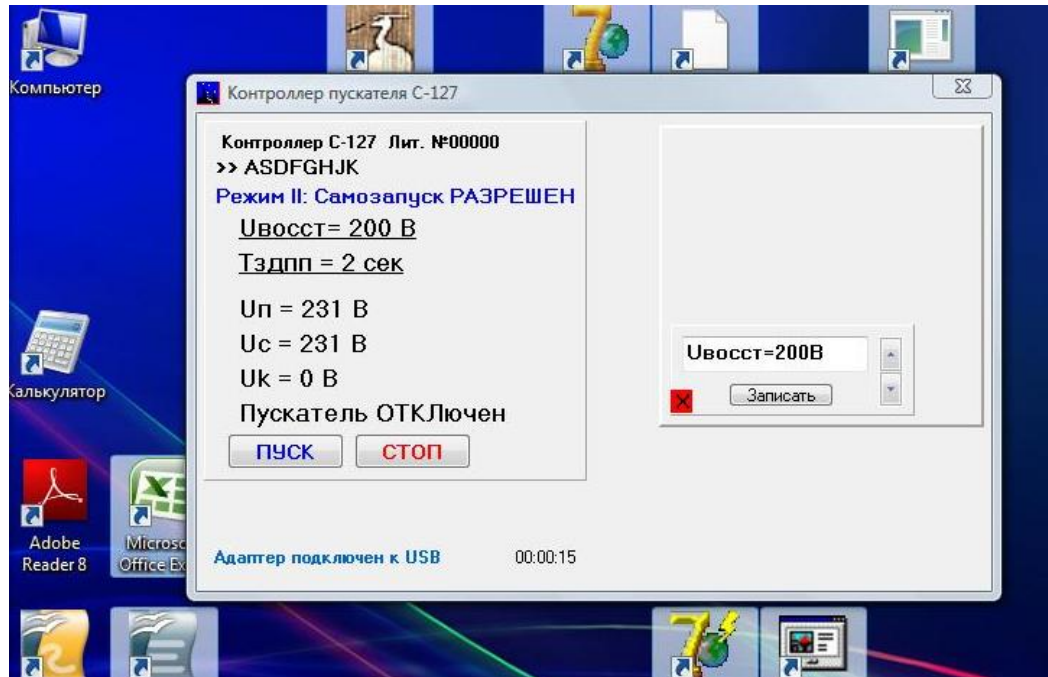

Рисунок 7 – окно корректировки настроек параметров контроллера СМАРТРЕЛЕ C-127
8.4.2 Нажать на уставку, которую нужно изменить; в открывшемся дополнительном окне (рис.7) установить нужное значение и закончить операцию нажатием кнопки "Записать".